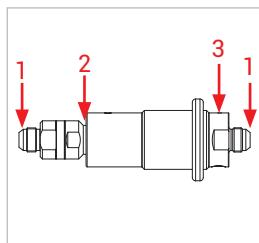
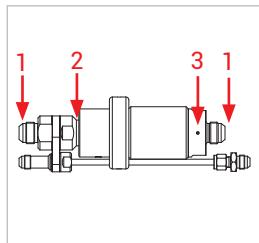

Abbildung 5
Abbildung 6
► Überprüfen Sie folgende Messstellen (*Abbildung 5* und *Abbildung 6*)
- Verschraubungen (1)
- Bereich der Spannzangen (2)
- Bereich der Exzenterbetätigung (3)